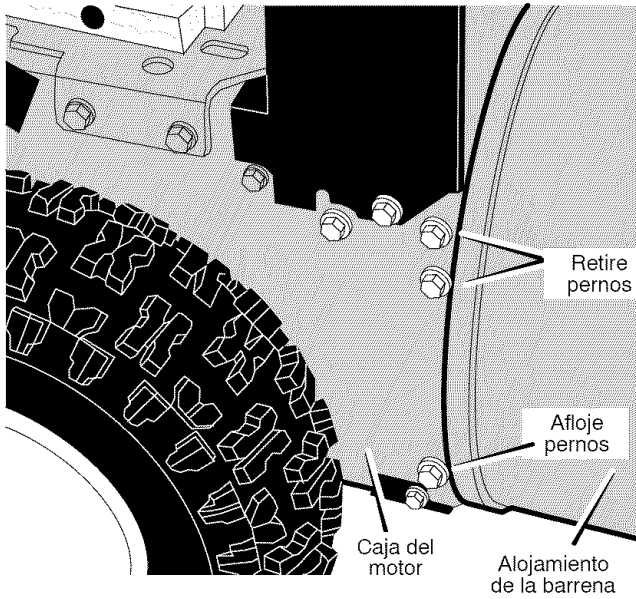

Figura 84
8. Retire los cuatro **pernos** superiores que unen el **alojamiento de la barrena** y la **caja del motor**. Afloje los dos **pernos** inferiores. Ahora el **alojamiento de la barrena** y la **caja del motor** pueden separarse para retirar la correa (Figura 84).